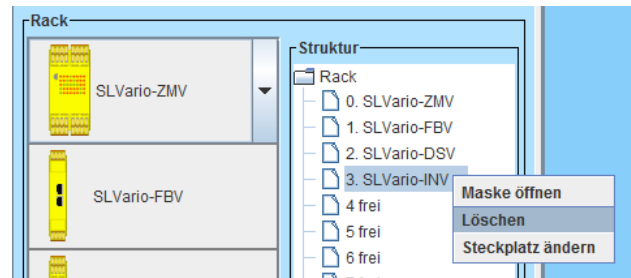

Abbildung 2-6
- Löschen Sie das Modul mit der Taste „ENTF“ am PC oder mit Rechtsklick und der Funktion „Löschen“. (Abbildung 2-6)